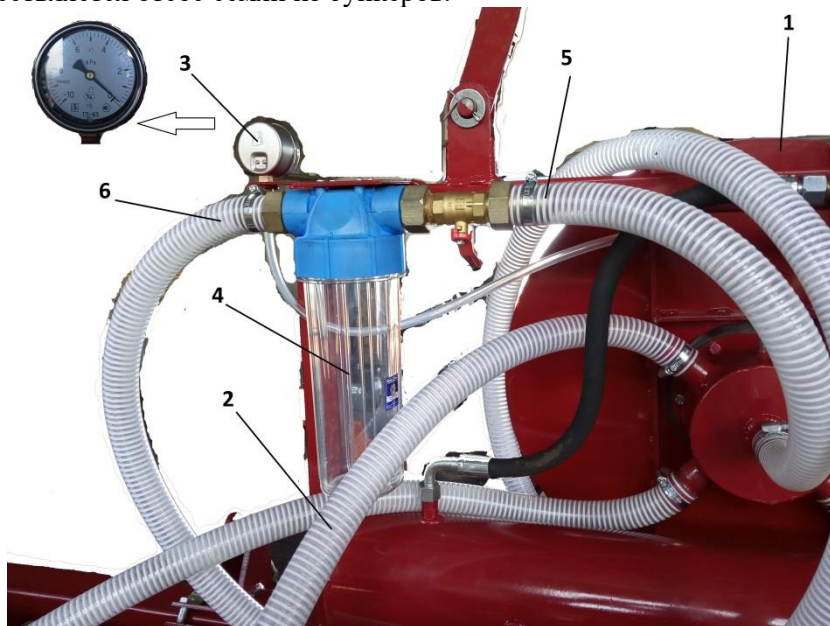

Рисунок 11 – Система создания разрежения
3.9 Система создания разрежения в барабанах состоит из вентилятора 1 (рис. 11), который вращается от ВОМ трактора при помощи карданного вала, шлангов 2 соединяющих вентилятор с барабанами секций. На кронштейне рамы установлен контрольный вакуумметр 3 для контроля разрежения создаваемого вентилятором, а также колба 4 для сбора семян которые остались в бункерах после посева. Вход колбы соединен шлангом 5 через кран с вентилятором, а к патрубку 6 подключается шланг которым осуществляется отсос семян из бункеров.